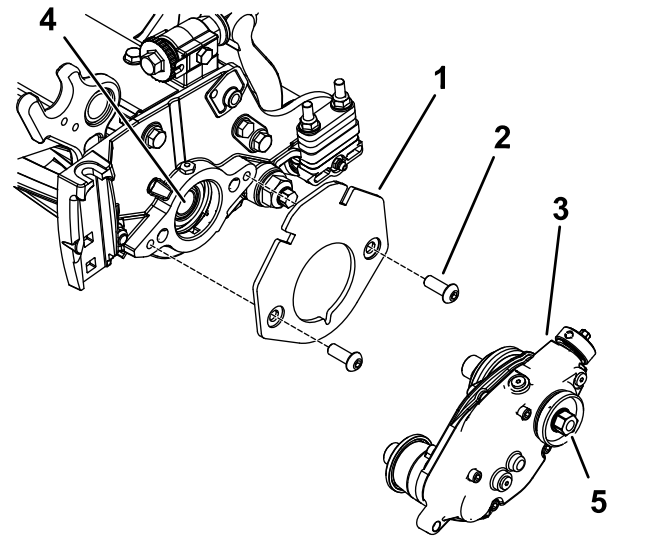

图 8
2. 用 2 个六角圆头螺栓 $\frac{3}{8} \times \frac{3}{4}$ 英寸固定配重块架如图 8 所示。
3. 在内滚刀轴的螺纹上涂抹中等强度防松螺纹油如蓝色 Loctite® 243 乐泰胶图 8。
4. 用疏草刀驱动箱上的六角头螺栓将其连接到滚刀轴上图 8。